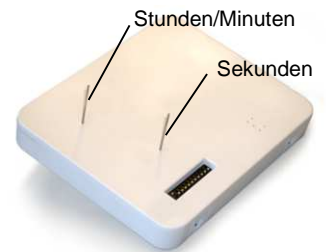

Abbildung 1
4. In beide Löcher an der Rückseite Metallnadeln ohne Kraft einführen (Abb. 1). Es sollte möglich sein, die Nadeln etwa 6-7mm tief einzuführen. Allenfalls Zeiger leicht bewegen.